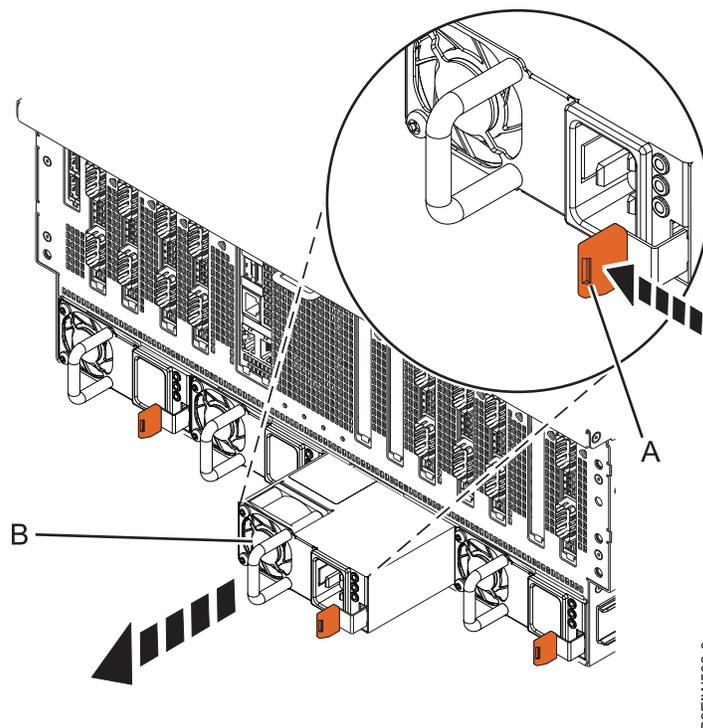

Figura 5. Extracción de una fuente de alimentación de la parte posterior del chasis del sistema
2. Empuje la pestaña de bloqueo de color terracota (A) en la dirección que se muestra en la Figura 5.
3. Tire de la fuente de alimentación (B) extrayéndola del sistema, tal como se muestra en la Figura 5.